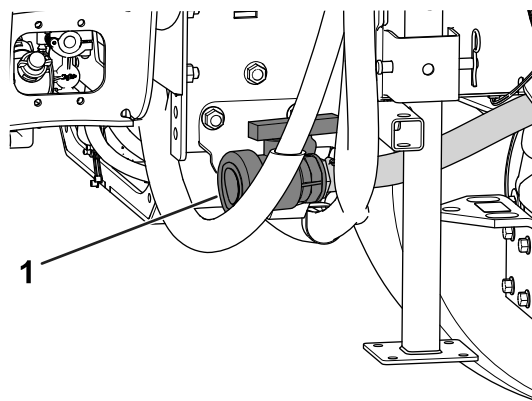

Figura 93
2. La valvola di spurgo del serbatoio è situata sul lato destro della macchina (Figura 93).